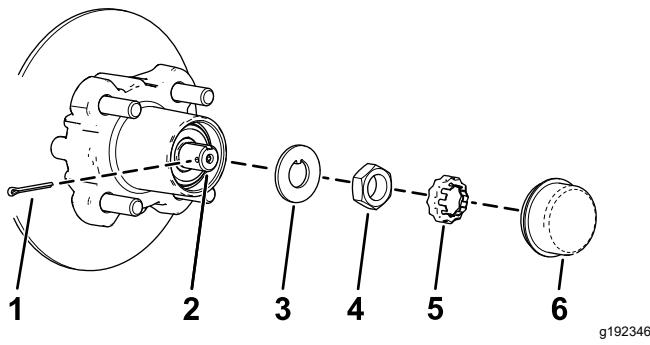
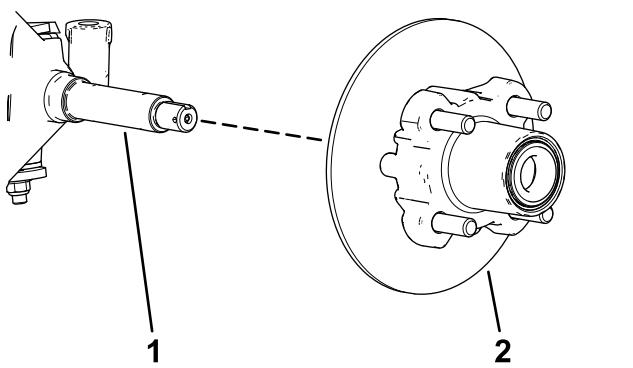

Figure 34
Figure 35
- Retirez le couvre-moyeu du moyeu (Figure 34).
- Retirez la goupille fendue et le frein d'écrou de la fusée et de son écrou (Figure 34).
- Enlevez l'écrou de la fusée, et séparez l'ensemble moyeu et rotor de la fusée (Figure 34 et Figure 35).